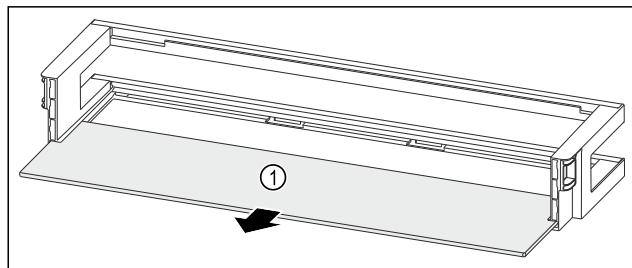

Fig. 247 Дверная полка со съемной полкой
- ▶ Извлеките съемную полку Fig. 247 (1).